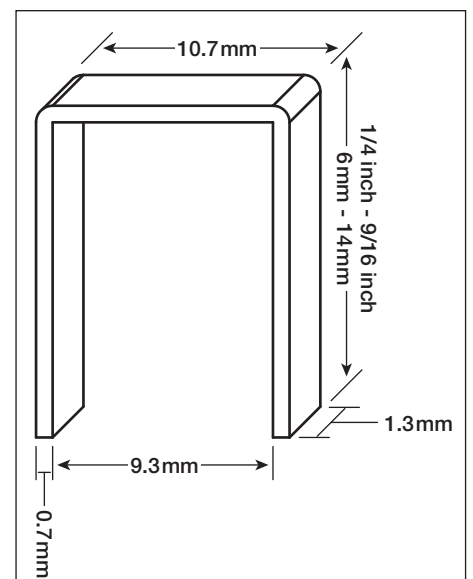

Figura 10
- Grapas T50 de flecha o cualquier sujetador equivalente con las dimensiones adecuadas ilustradas en la Figura 10.